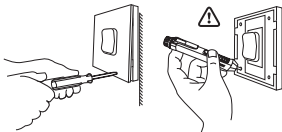

Рисунок 5
7.3 При установке реле в подрозетник рекомендуется предварительно снять лицевую панель с выключателя и с помощью электрического тестера проверить все провода, подключенные к нему, чтобы убедиться в отсутствии напряжения в цепи (см. рисунок 5). Демонтируйте выключатель и снимите его со стены. Определите, какие проводники относятся к сети, а какие к нагрузке.